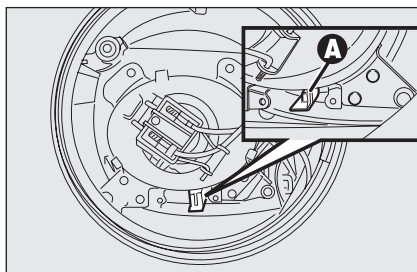

fig. 89
- ☐ move lever **A-fig. 89** aside.